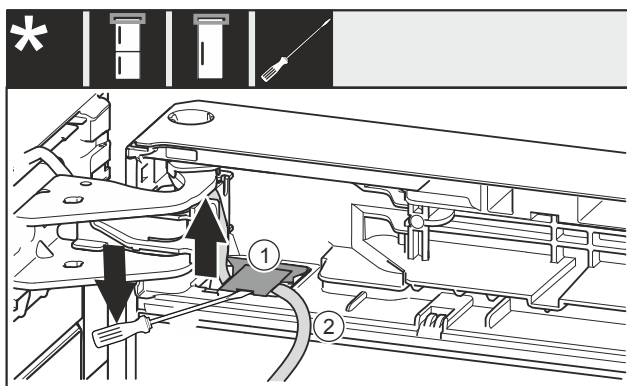

Fig. 21
- Plochým šroubovákem nadzvedněte kryt Fig. 21 (1) a zvedněte jej.
- Vytáhněte kabel Fig. 21 (2).